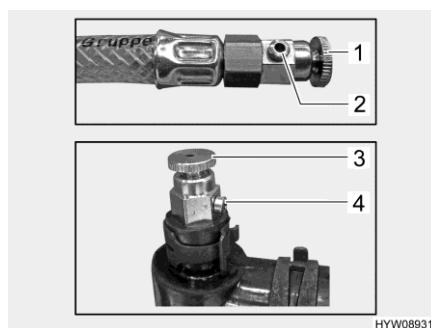

Fig. 214 Valvole di sfiato (riscaldamento ad acqua calda)
- Aprire la valvola di sfiato (Fig. 214,1 o 3) e lasciarla aperta finché non esce più aria dall'apertura della valvola (Fig. 214,2 o 4).